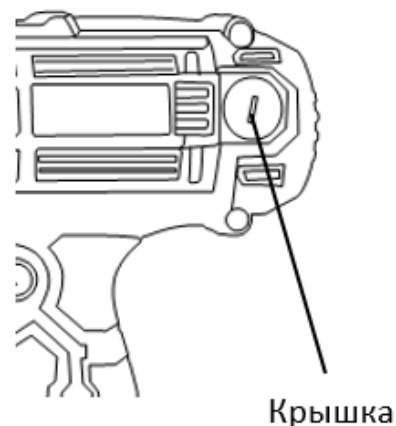

Рис. 4
- открутите боковые крышки (Рис. 4) и извлеките старые щетки (меняются в паре, даже при неравномерном износе);